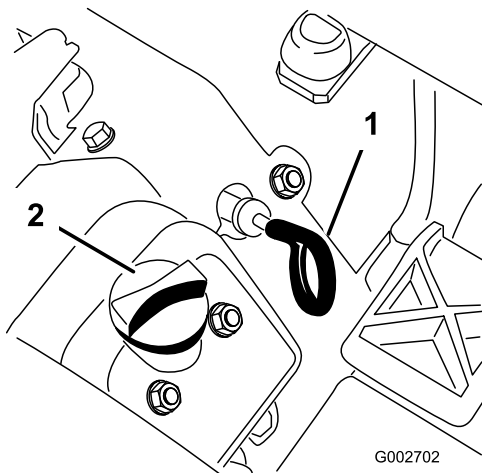

図 25
- ディップスティック (図 25) を抜き取り、ウェスできれいに拭う。